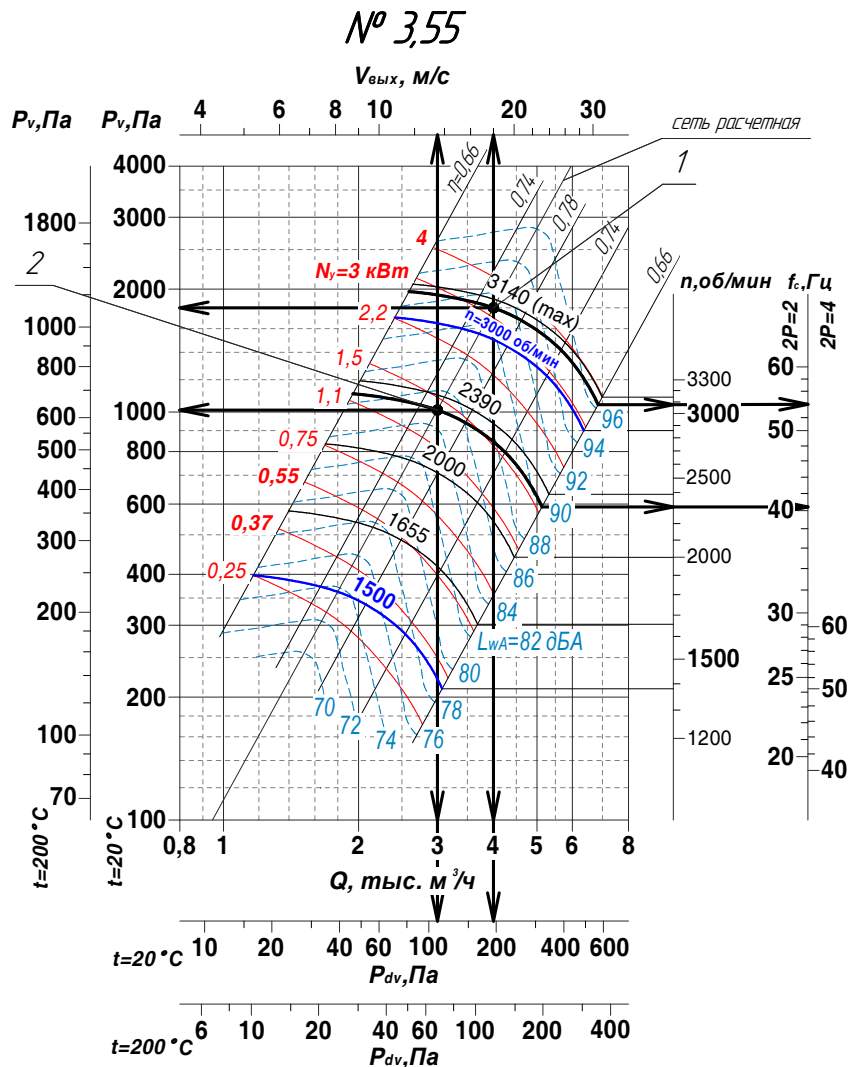

Рис. 31 – Аэродинамическая характеристика BP 85-77-3,55
- 2) отложим на графике ВР 85-77-3,55 рабочую точку 1 (рис. 31) режима "ЛЕТО". Проведем через данную точку прямую, параллельную линиям КПД, соответствующую характеристике сети вида  $\Delta P = kQ^2$ . Укажем на данной прямой точку 2, которая соответствует производительности в режиме "ЗИМА". Через точки 1 и 2 проведем кривые аэродинамических характеристик вентилятора эквидистантные ближайшим кривым. Для обеспечения производительности режима "ЛЕТО" необходимо стандартному вентилятору с синхронной частотой вращения  $n = 3000 \text{ об/мин}$  поднять с помощью ПЧ обороты рабочего колеса до  $n_{\text{л}} = 3090 \text{ об/мин}$ . Для режима "ЗИМА" – опустить обороты до  $n_{\text{з}} = 2305 \text{ об/мин}$ ;